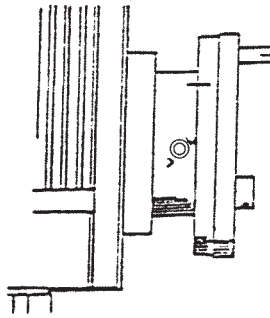
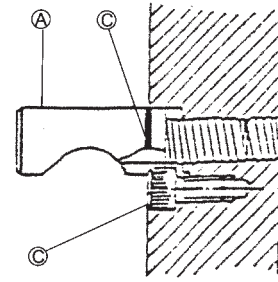

fig 2
fig 3
spændes mod dens indekxlinje mellem de to "V"-mærker på næsen (fig. 2). Man må ikke udskifte patroner eller andet udstyr uden at kontrollere den enkelte kam for korrekt låsning. For at justere kamlåsenes tapskruer skal man fjerne låseskruen (B) og dreje A en hel omgang ind eller ud alt efter behov. Genisæt og stram skruen (B) og de enkelte tapskruer (fig. 3). Der er markeret en referencerig (c) på hver tapskrue til angivelse af den originale eller oprindelige indstilling.